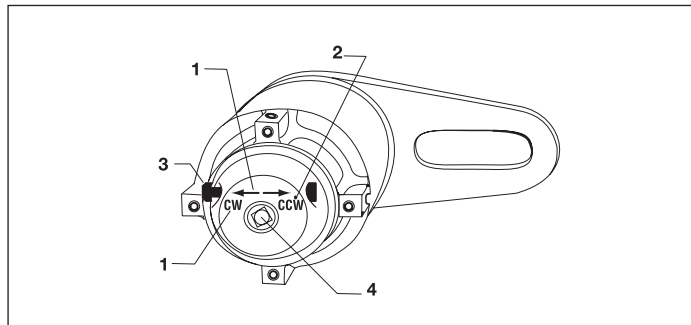
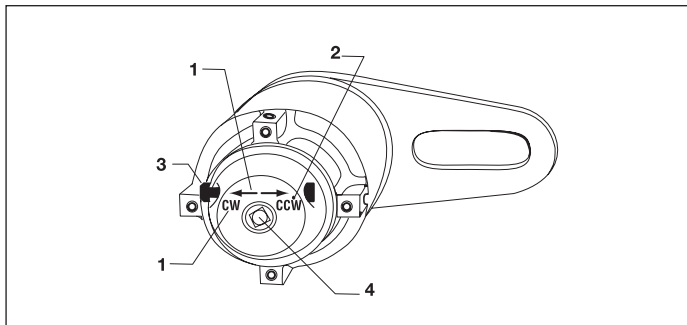

Figura 3, Dettaglio estremità di entrata (mostrata la serie per rotazione oraria)
Fig. 3, Detalle de extremo de entrada (se muestra para rotación en sentido antihorario)
AVVISO: Impedire un rilascio improvviso della coppia, regolare la posizione neutra della vite di regolazione (Figura 3, voce 2) a filo con la parte superiore dell'involucro, quando viene azionato MANUALMENTE il moltiplicatore. Il dente di arresto del selettore (Figura 3, voce 3) deve funzionare liberamente anche nelle posizioni CW e CCW. Se non è correttamente regolato potrebbe derivarne il ferimento delle persone.
1. Quando si usa un'entrata azionata da energia, bloccare il dente di arresto del selettore nella posizione neutra, usando la vite di regolazione della posizione neutra (Figura 3, voce 2).
Il dente di arresto del selettore (Figura 3, voce 3) deve essere regolato in posizione neutra e la vite di regolazione della posizione neutra (Figura 3, voce 3) deve essere stretta per bloccare il dente di arresto del selettore per il funzionamento dell'unità di potenza. Esso controlla la direzione di rotazione del moltiplicatore di coppia per un'entrata applicata manualmente. (Non disponibile per i modelli E290+, E291, E3919). Non usare la chiave a percussione per la trasmissione di potenza, perché ne risulterebbe danneggiato il treno di trasmissione di potenza del moltiplicatore.
2. Regolare la direzione desiderata di rotazione spingendo il dente di arresto del selettore (Figura 3, voce 3) nella direzione indicata dalle lettere e dalle frecce direzionali stampigliate sull'estremità di entrata della scatola (Figura 3, voce 1). ESEMPIO: "CCW" per la rotazione anti-oraria, spingere il dente di arresto fino alla fine della corsa nella direzione mostrata dalla freccia "CCW" Per la rotazione oraria, spingere il dente nella direzione opposta "CW" (Non disponibile per i modelli E290+, E291, E391).
Modelli anti-gioco: usando una chiave torsiometrica, applicare un sufficiente momento di entrata per rilasciare in meccanismo interno anti-gioco, mantenere il momento di entrata e spingere il dente di arresto del selettore (Figura 3, voce 3) nella direzione opposta (ESEMPIO: il dente di arresto in posizione "CW" richiede il resettaggio alla posizione "CCW". Rilasciare lentamente il momento di entrata. (Non disponibile per i modelli E290+, E291, o E391).
Usare un azionamento di potenza approvato senza percussione con i modelli (E391, E392, E393, E492, E493, E494 oppure E495 soltanto). Bloccare il dente di arresto del selettore nella posizione Neutra centrandolo tra le posizioni "CW" e "CCW" e stringendo la vite di regolazione (Figura 3, voce 2).
ADVERTENCIA: Evitar la liberación accidental del par. Ajustar el tornillo de ajuste de posición neutral (Figura 3, elemento 2) para que quede al ras con la parte superior de la carcasa cada vez que el multiplicador de par se opere **MANUALMENTE**. El retén selector (Fig. 3, elemento 3) también deberá funcionar libremente en las posiciones en sentido horario y sentido antihorario. Si no se ajusta adecuadamente podrían ocurrir daños personales.
1. Al utilizar una entrada ELÉCTRICA, bloquear el retén selector en la posición neutral utilizando un tornillo de ajuste de posición neutral (Fig. 3, elemento 2).
El retén selector (Fig. 3, elemento 3) deberá ajustarse en posición neutral y el tornillo de ajuste de posición neutral (Fig. 3, elemento 3) deberá ajustarse para bloquear el retén selector para el funcionamiento de la unidad motriz. Controla la dirección de rotación del multiplicador de par para una entrada manual. (No disponible en los modelos E290+, E291, E391). No utilizar llaves de impacto para el accionamiento motriz ya que podrían ocasionarse daños al tren de fuerza del multiplicador.
2. Ajustar la dirección de rotación deseada al desplazar el retén selector (Fig. 3, elemento 3) en la dirección indicada con las letras y las flechas de dirección que están marcadas en la caja del extremo de salida (Fig. 3, elemento 1). EJEMPLO: "CCW" para rotación en dirección antihoraria, desplazar el retén al extremo del recorrido en la dirección que muestra la flecha "CCW". Para rotación en sentido horario, desplazar el retén a la dirección "CW" opuesta. (No disponible en los modelos E290+, E291, E391).
Modelos anti-contrapresión: con una llave dinamométrica, aplicar suficiente par de entrada para disparar el dispositivo interno anti-contrapresión; mantener el par de entrada y desplazar el retén selector (Fig. 3, elemento 3) a la posición contraria. (EJEMPLO: un retén ajustado en la posición "CW" requiere ajustarse a la posición "CCW"). Lentamente disminuya el par de entrada. (No disponible en los modelos E290+, E291 o E391).